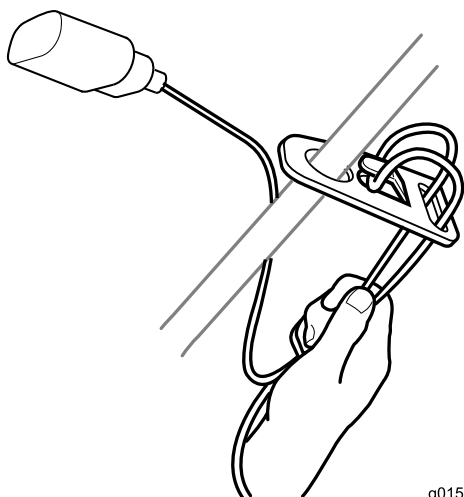

Figure 7
1. Faites une boucle avec le fil de la rallonge et accrochez-la dans le dispositif de blocage (Figure 7).